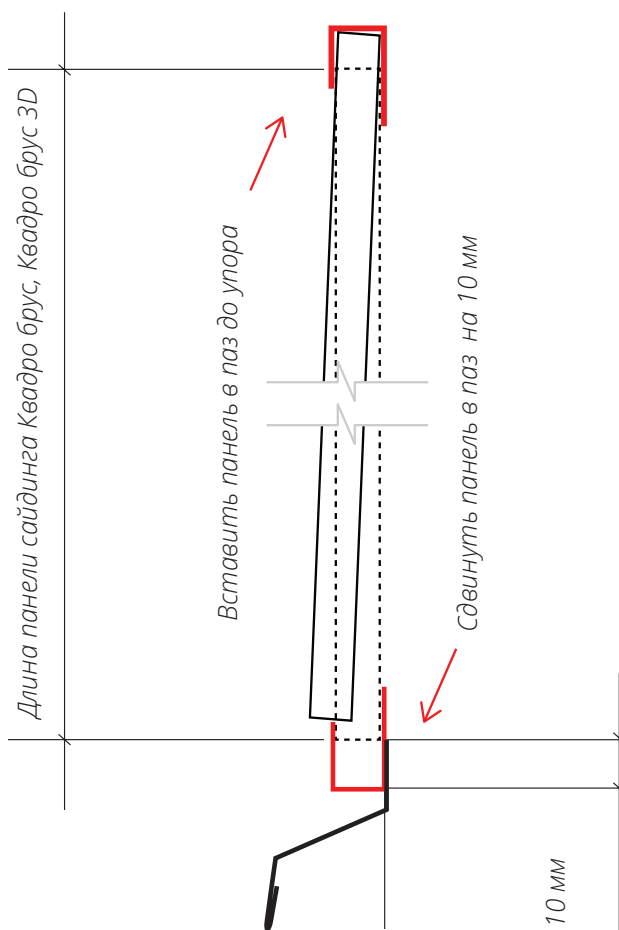

Рис. 22
- Подготовьте панели таким образом, чтобы, когда один край панели **3** заведен до упора в паз J-профиля **2** сверху, второй край можно было завести в паз J-профиля **1** снизу (рис. 22).